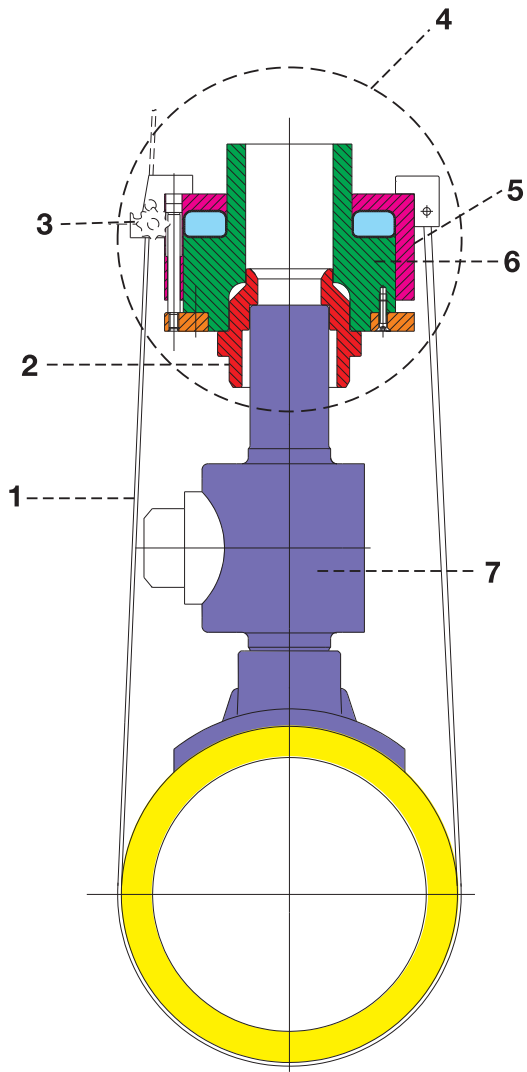

Рис. 1
- Установите адаптер **(2)** согласно Рис. 1 в прижимное устройство FRIATOP
- В соответствии с Рис. 1, установите седлообразный фитинг типа TL **(7)** совместно с прижимным устройством FRIATOP, включая адаптер **(4)**, на участке ПЭ- трубы, подготовленной к сварке.